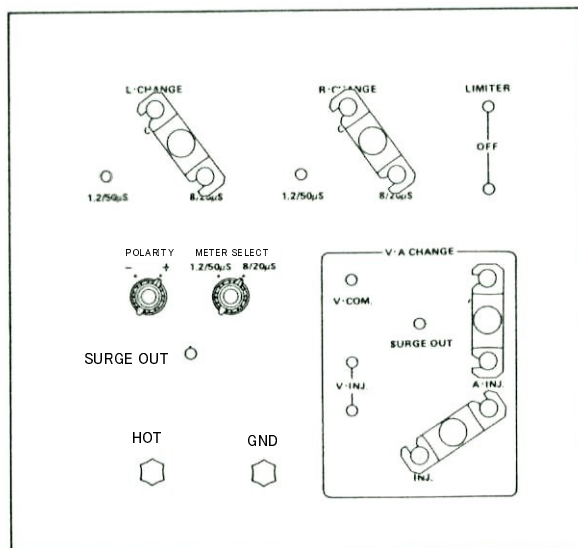

図 17
1. 添付品の放電プローブで、出力波形切替部⑭と重畳切替部⑯の各端子の残留電圧を放電させます。
2. 出力波形切替部を図 17 のように設定します。POLARITY 切替ツマミ⑮ で出力サージの極性を選択し、METER SELECT ツマミ⑰は  $8/20\mu s$  に設定します。